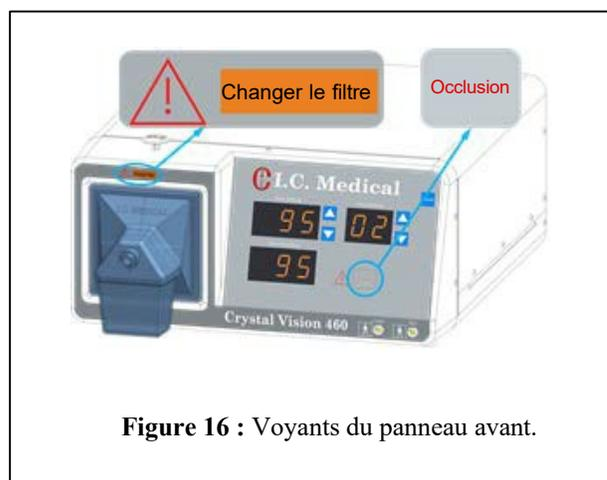

Figure 16 : Voyants du panneau avant.
8. Le voyant CHANGER LE FILTRE est situé au-dessus du filtre (Figure 16). Il s'allume lorsqu'il y a un débit réduit dans l'appareil CRYSTAL VISION®. Le filtre hydrophobe SAFEGUARD BLUE® ULPA avec piège à fluide intégré doit être changé lorsque ce voyant s'allume. N'essayez pas de nettoyer ou de réutiliser le filtre hydrophobe SAFEGUARD BLUE® ULPA avec piège à fluide intégré . Éliminez le filtre hydrophobe SAFEGUARD BLUE® ULPA avec piège à fluide intégré selon le protocole de déchets biologiques de votre établissement. Ce voyant s'allumera également en cas d'occlusion totale. Si le voyant OCCLUSION est également allumé, assurez-vous d'abord d'éliminer l'obstacle qui l'a causé, puis vérifiez le voyant CHANGER LE FILTRE. S'il est toujours allumé et le voyant OCCLUSION ne l'est pas, le filtre hydrophobe SAFEGUARD BLUE® ULPA avec piège à fluide intégré doit être changé.
9. OCCLUSION indique que l'écoulement dans l'appareil CRYSTAL VISION® s'est arrêté (Figure 16). Le voyant CHANGER LE FILTRE s'allumera également à ce moment. L'opérateur doit vérifier si les tubes sont pliés, les valves sont fermées, l'insufflateur est obstrué, le filtre de sortie grande taille au charbon de noix de coco est utilisé jusqu'à date limite d'utilisation, ou le filtre hydrophobe SAFEGUARD BLUE® ULPA avec piège à fluide intégré est complètement bouché. Afin d'éviter une panne de la pompe, la pompe de l'appareil CRYSTAL VISION® ne s'activera pas lorsque ce voyant est allumé.